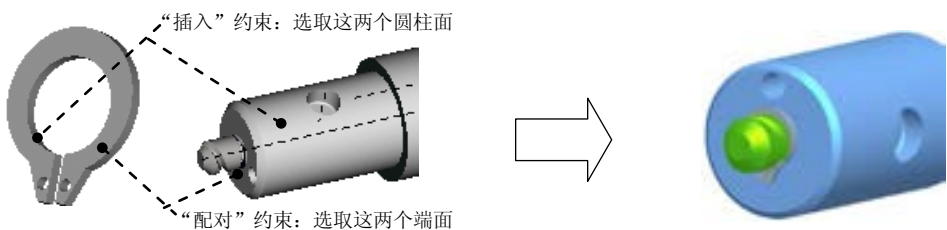
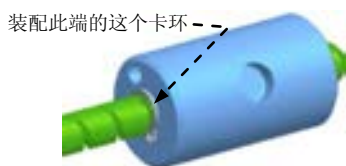

图 12.5.7 装配第一个卡环
图 12.5.8 装配另一端的固定卡环
(1) 选择下拉菜单 **插入(I)**  **元件(C)**  **装配(A)...** 命令，打开文件名为 Fixing_ring 的零件。
(2) 采用传统的装配约束向机构装置中添加卡环（Fixing_ring）零件。在“元件放置”操控板中进行下列操作，便可将卡环（Fixing_ring）零件装配到元件 Claw 的槽中固定。
① 定义“插入”约束。分别选取图 12.5.7 所示的两个圆柱面：卡环（Fixing_ring）的内孔圆柱面和元件活塞（Piston）的外圆柱面。
② 定义“配对”约束。分别选取图 12.5.7 中的两个端面：卡环（Fixing_ring）的端面和元件活塞（Piston）的端面。
③ 单击操控板中的  按钮。
Step8. 按与 Step7 相同的操作方法，装配另一端的固定卡环(Fixing_ring)零件，参见图 12.5.8。